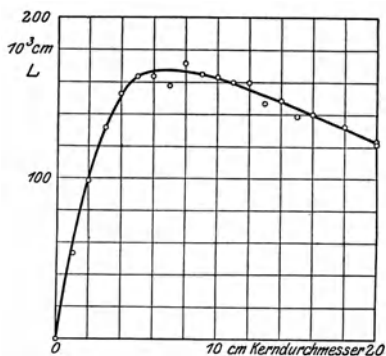

Abb. 41.
21. Ich nehme verschiedene Pappkerne an, abgestuft von 1 bis 20 cm Durchmesser, und berechne  $L$ . Die Kurve Abb. 41 zeigt, daß 8 cm Kerndurchmesser die günstigste Spule ergibt, daß es aber nicht genau auf die Größe des Kernes ankommt.